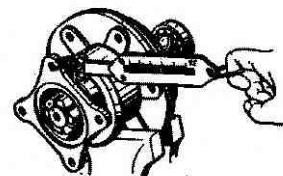

Рис. 46. Проверка затяжки подшипников ведущей шестерни
17. Проверить затяжку подшипников с помощью динамометра (рис. 46). Для этого муфту с крышкой зажать в тиски, за отверстие фланца зацепить крючок динамометра и плавно поворачивать шестерню. При нормальной затяжке подшипников динамометр должен показывать 2,9—6,2 кгс. Когда сопротивление вращению подшипников окажется в пределах нормального, заметить положение гайки относительно торца хвостовика, нанести метки на торце вала и гайке, и зашплинтовать гайку.